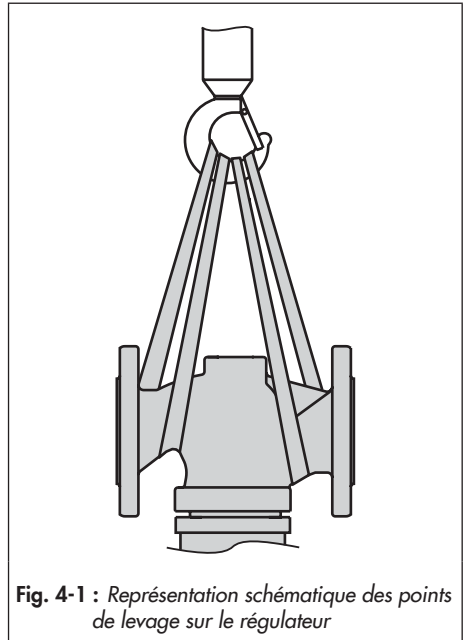

Fig. 4-1 : Représentation schématique des points de levage sur le régulateur
- Utiliser un crochet doté d'une fermeture sécurisée pour supporter l'appareil afin d'empêcher les dispositifs d'arrimage de glisser hors du crochet au cours du levage et du transport, cf. Fig. 4-1.
de la grue ou du chariot élévateur, cf. Fig. 4-1.